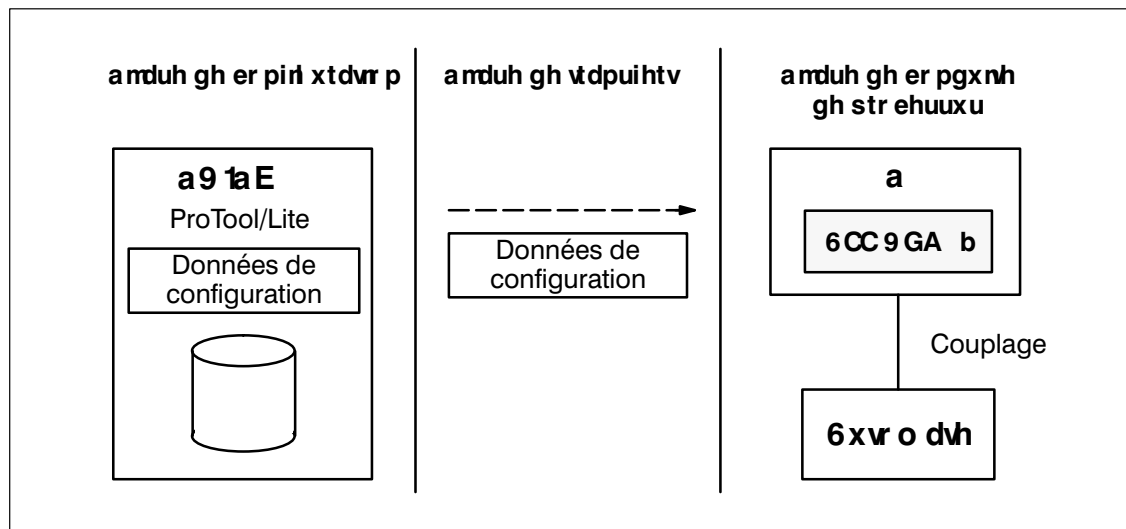

Figure 1-1 Les phases de configuration de transfert et de conduite de processus
Données de configuration	La configuration est réalisée sur un PC ou sur une console de programmation (PG). La configuration doit ensuite être générée dans ProTool/Lite, puis transférée au pupitre opérateur. Lorsqu'un couplage à l'automate est établi l'OP affiche les valeurs actuelles dans les variables. La figure 1-1 illustre les différentes phases du travail avec les données de configuration.